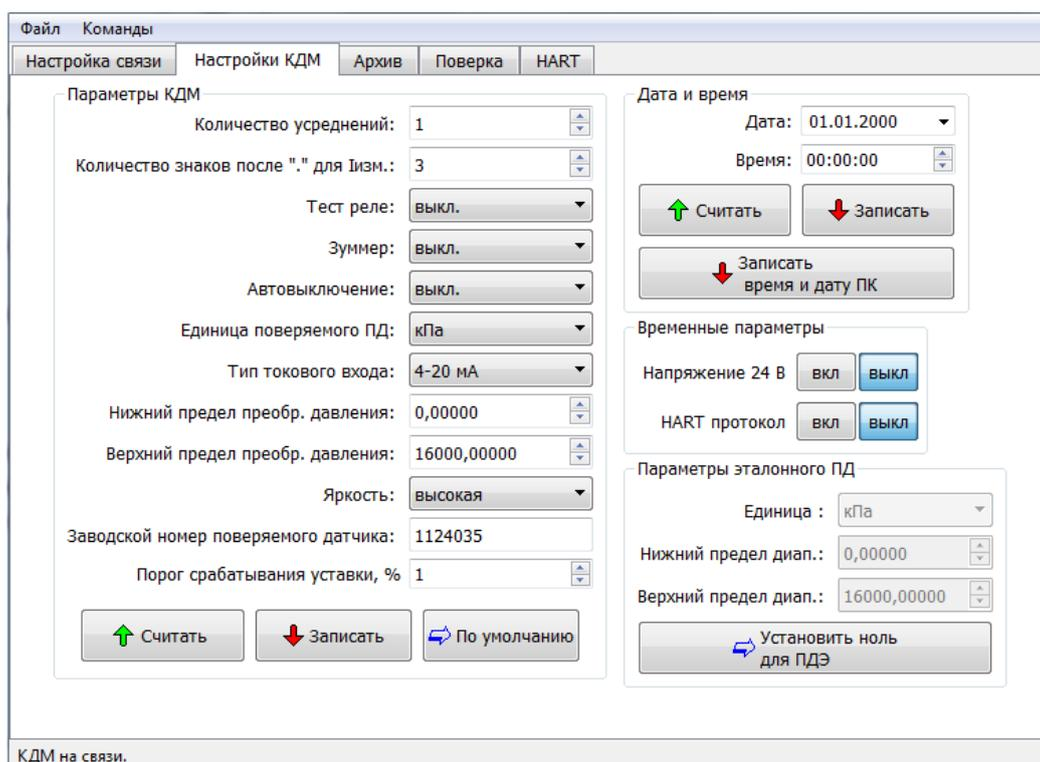

Рис.2 Вкладка «Настройки КДМ»
19.1.1.1 Вкладка «**Настройки КДМ**» (Рис.2) содержит основные параметры настройки калибратора.